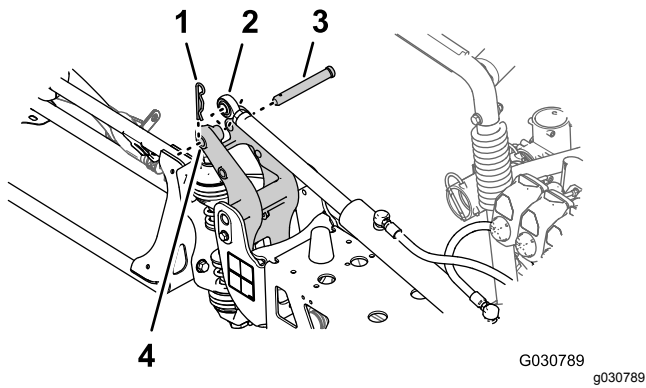

Figura 123
6. Alinee la rótula del cilindro de elevación con el orificio de 25 mm del brazo del acoplamiento de giro (Figura 123).
7. Sujete el cilindro de elevación al acoplamiento de giro con el pasador y la chaveta (Figura 123) que retiró en el paso 2 de Retirada de los cilindros de elevación (página 24).